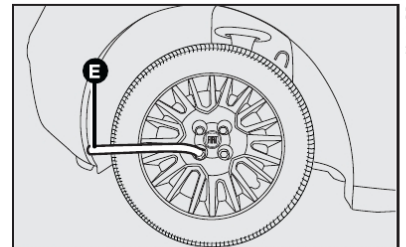

fig. 15
- Apertar os parafusos utilizando a chave de roda específica **E-fig. 15**.